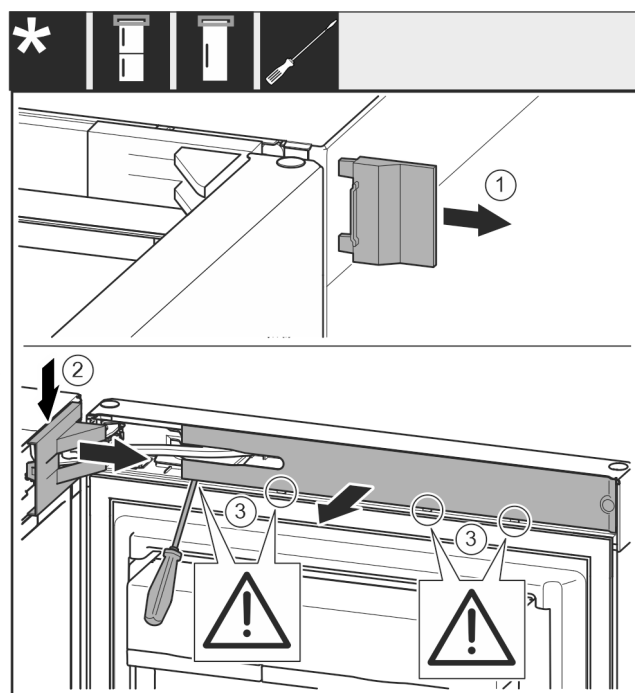

Fig. 10
- Sejměte kryt Fig. 10 (1).
- Odjistěte a uvolněte kryt stojanu ložiska Fig. 10 (2).
- Sejměte kryt stojanu ložiska Fig. 10 (2).
- Plochým šroubovákem vyjměte zásepku Fig. 10 (3) a otočte ji ke straně.